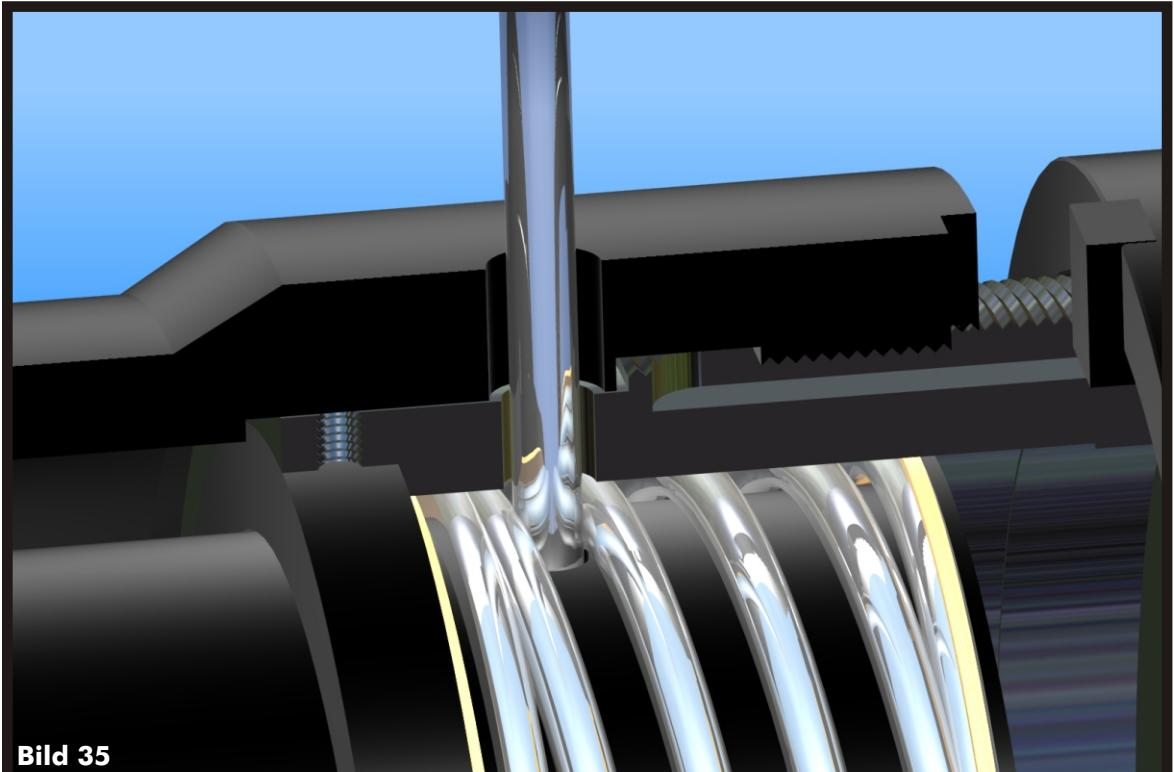

Bild 35
- > **Führen Sie einen Bolzen (Schraubendreher, Dorn o.ä.) In die drei fluchtenden Bohrungen. Die Gewindegusse ist nun arretiert (Bild 35).**